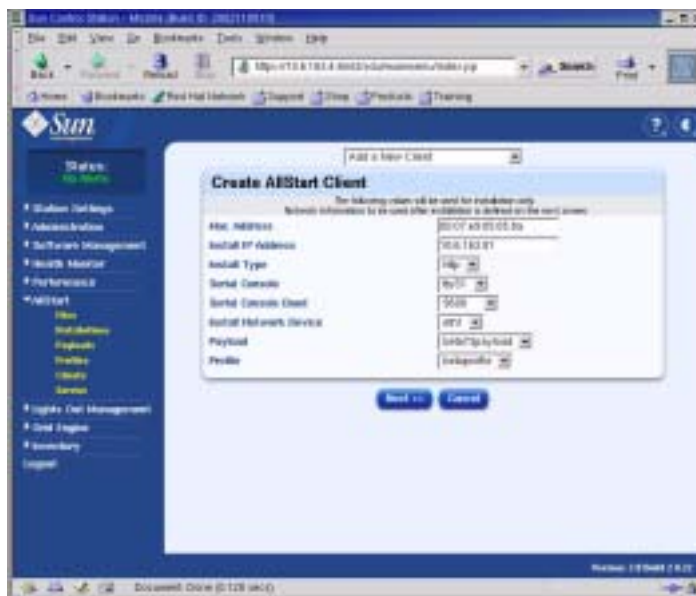

РИСУНОК 2-18 Окно создания клиента AllStart (Create AllStart Client)
3. В окне создания клиентов (Create AllStart Client) создайте клиент. Для этого определите данные узла, на который будет загружена полезная нагрузка (см. пример на РИСУНОК 2-18). Убедитесь, что выбраны следующие обязательные параметры: